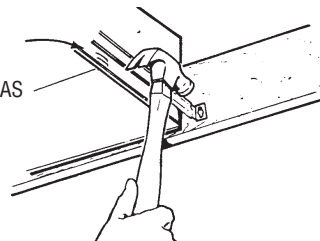

FIG. 9
12. Conecte a presión el conector del regulador de tiro/conducto en la cubierta. Asegúrese de que las lengüetas del conector queden fijas en las ranuras de la cubierta. (La parte superior del conector del regulador de tiro/conducto quedará al ras con la parte superior de la cubierta.) (FIG. 9)